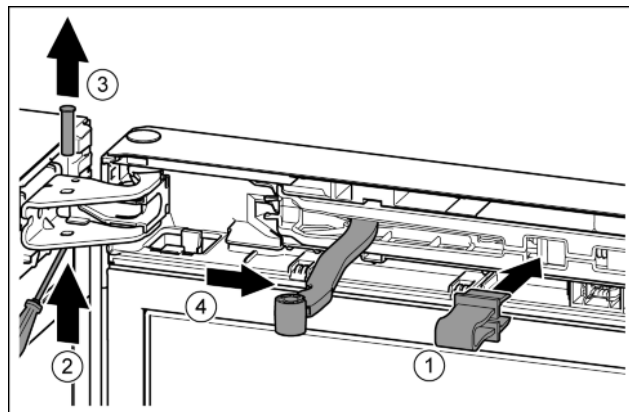

Fig. 13
- ▶ Зафиксировать предохранитель в отверстии. Fig. 13 (1)
- ▶ Выкрутить палец при помощи отвертки. Fig. 13 (2)
- ▶ Извлечь палец движением вверх. Fig. 13 (3)
- ▶ Повернуть шарнир в направлении двери. Fig. 13 (4)